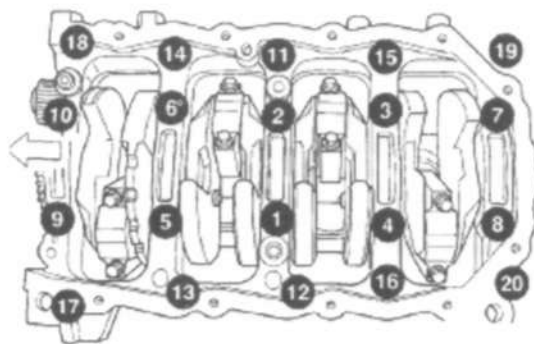

Рис. 50 Порядок затяжки болтов крышек коренных подшипников/основания
(10) Затянуть болты (1–10) еще раз моментом 41 Н•м +на 1/4 оборота в последовательности, указанной на Рис. 50.